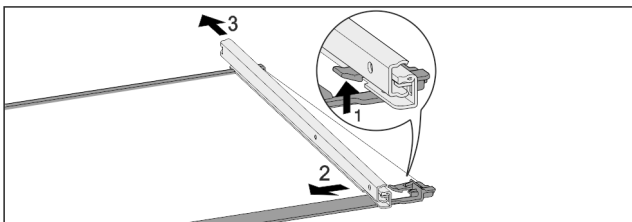

Fig. 104 Glasplatte mit Schienen
- Vorderen Rasthaken nach oben drücken. *Fig. 104 (1)*
- Auszugsschiene zur Seite *Fig. 104 (2)* und nach hinten *Fig. 104 (3)* wegschieben.